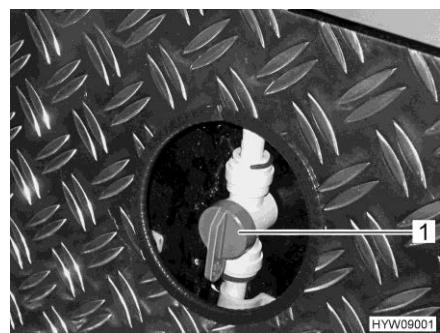

Fig. 128 Valvola di mandata (riscaldamento garage di coda)
- Collegare la maniglia (Fig. 128,1) sulla valvola di mandata per il riscaldamento garage di coda in posizione parallela rispetto alla tubatura del riscaldamento. Il riscaldamento garage di coda sarà al massimo.
- Collegare la maniglia (Fig. 128,1) sulla valvola di mandata per il riscaldamento garage di coda nella posizione desiderata. In questo modo la distribuzione dell'acqua calda verso il garage di coda può essere regolata in modo continuo.
- Collegare la maniglia (Fig. 128,1) sulla valvola di mandata per il riscaldamento garage di coda trasversalmente rispetto alla tubatura del riscaldamento. Il riscaldamento garage di coda viene quindi spento.